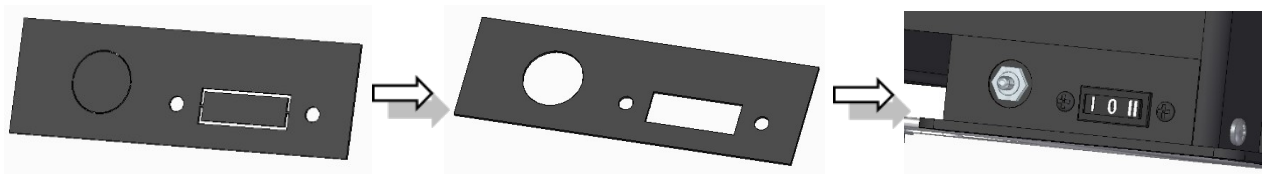

Figura 54 – Fijación del microinterruptor y botón On-Off
c. Por último, debe colocar el micro-interruptor y el botón On-Off en el lugar adecuado, como se muestra en la Figura 54, primero debe romper las micro-uniones de la placa que se encuentra en el equipo, en la esquina inferior derecha para fijar los componentes.